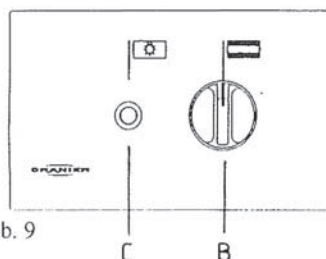

Abb. 9
- 5.2.4.1 Bei der Gerätetype 2024N FZ ist neben dem Backofenknebel **B** ein Druckschalter **C** für die Backofenbeleuchtung angeordnet (Abb. 9).